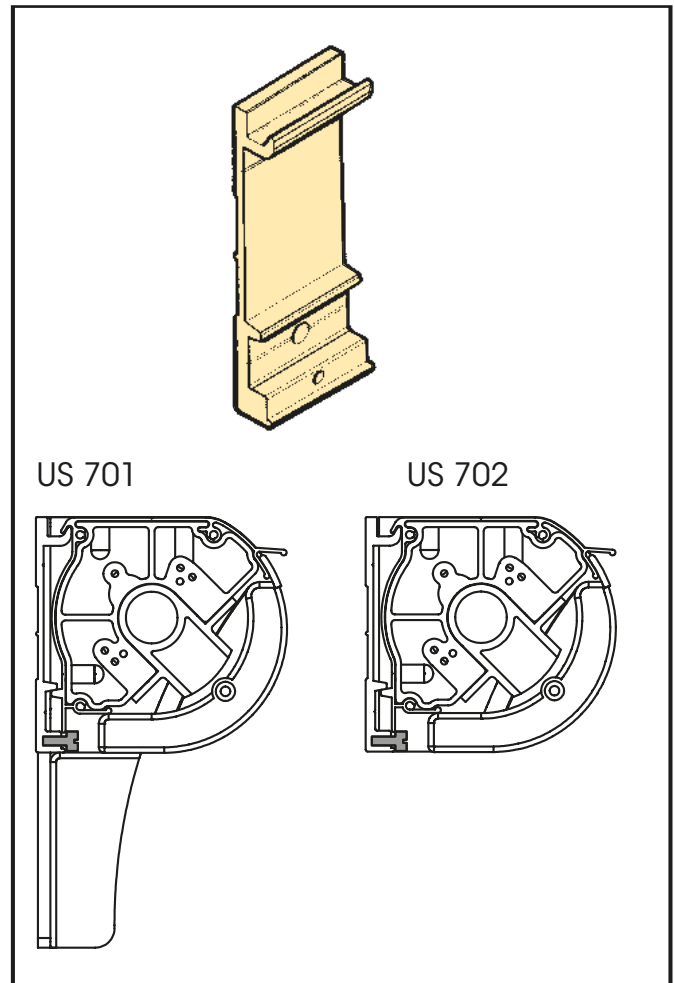

fig. 7 : Wand / muurbeugels
- *Na plaatsing van de muurbeugels wordt de kast in de beugels opgehangen en met een bout geborgen (fig. 7).*